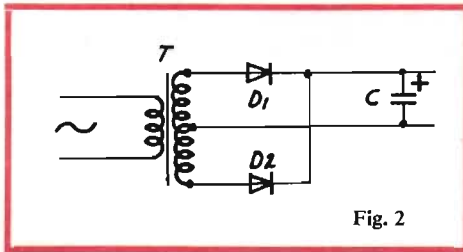

Fig. 2
för höjd diskant. Observera, att dessa ekvationer skiljer sig från dem i den tidigare artikeln (1) p g a ett mera realistiskt antagande om förstärkarens frekvensgång (fig 2).
transformatorns sekundärlindning enligt *fig 2* och endast utnyttja två dioder, nerbringas man diodspänningsfallet till 0,75 V, vilket insatt i ovanstående räkneexempel ökar verkningsgraden till 80 %. Fortfarande för dåligt.